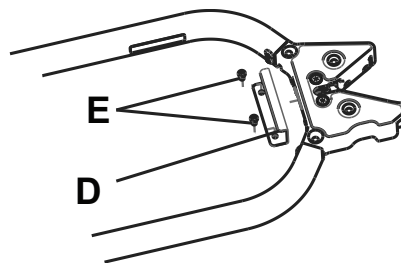

Figura 11 – Placa de enganche
1. Utilizando una llave Allen M6, instale la placa de enganche suministrada (610000010015) (D) y dos pernos Allen M6 (E) (no incluidos) directamente detrás del pasador de sujeción de la camilla (Figura 11).